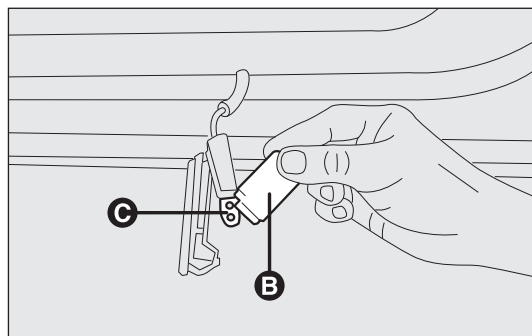

fig. 182
- ☐ appuyer latéralement sur l'écran de l'ampoule B-fig. 182 en correspondance des deux pivots de fixation et le tourner ;